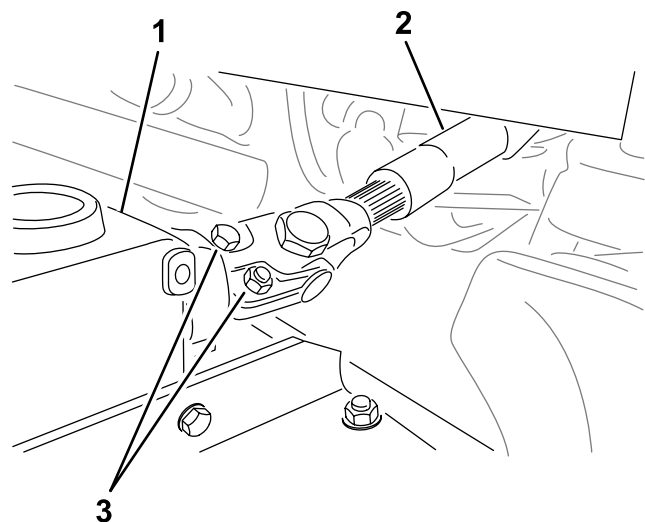

Figure 20
5. Retirez les boulons et les écrous de l'arbre de PDF (Figure 20) et sortez la chape du boîtier d'engrenages.